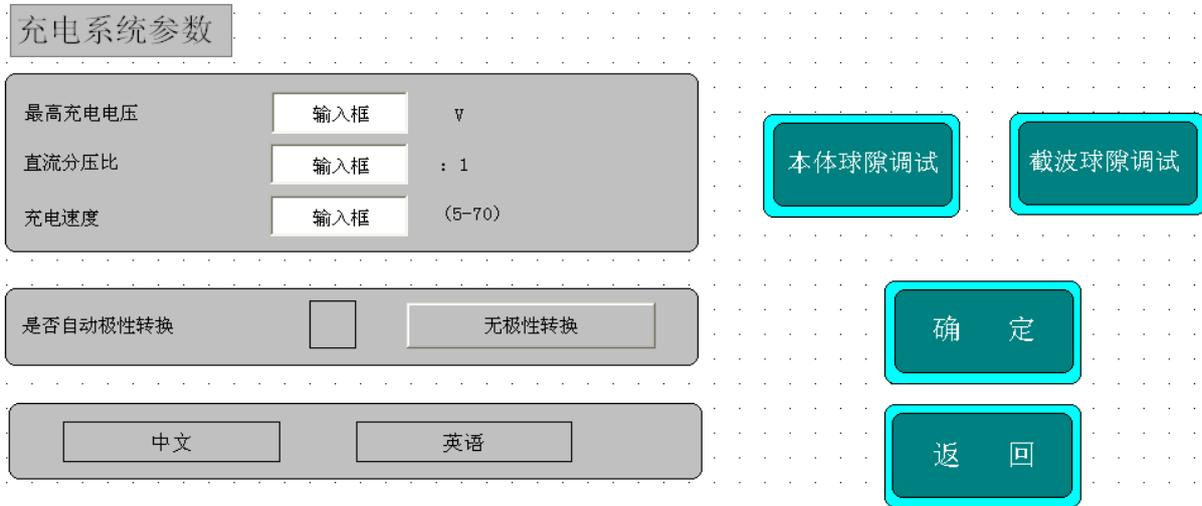

图 7-5 系统参数设置
5.3.3. 输入正确的密码后，点击“确定”按钮，进入系统参数设置界面（图 7-5）